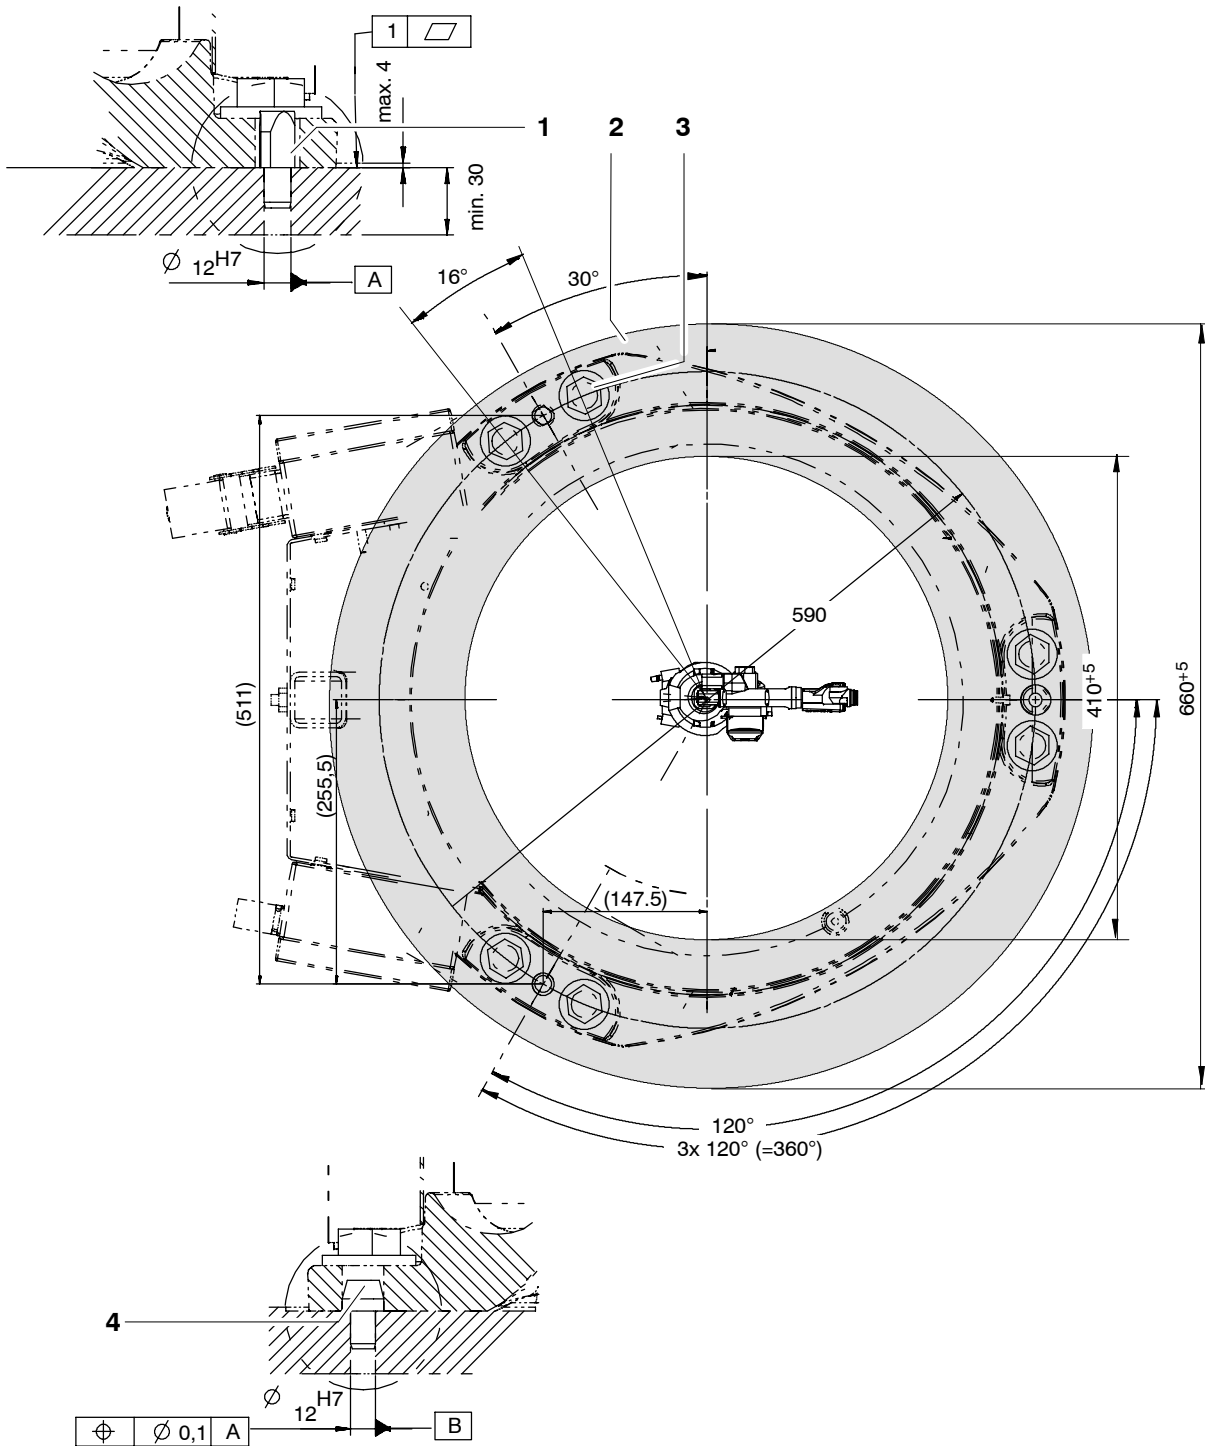

Fig. 45 Fixation du manipulateur, variante 2
- (1) Préparer les surfaces d'appui (Fig. 45/2) de la construction en acier conformément à la Fig. 45.